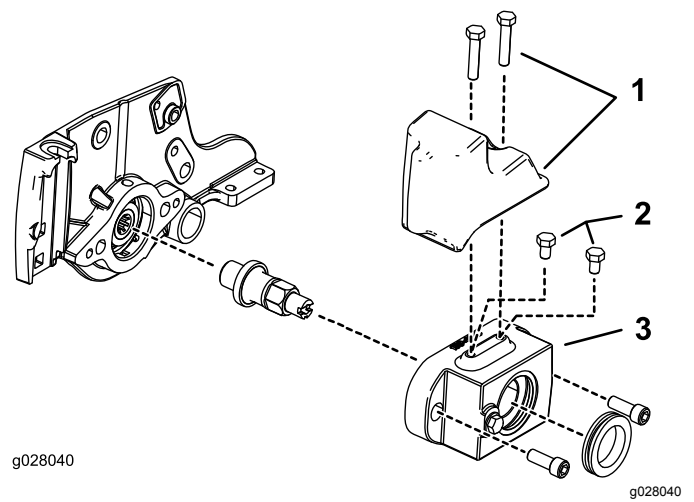

Figure 5
- **Pour moteur de cylindre à entraînement hydraulique :** posez 2 boulons (5/16" x 1/2") au sommet du carter de brosse, comme montré à la Figure 5 (moteurs de cylindres hydrauliques de 12,7 cm seulement).
- **Pour moteur de cylindre à entraînement électrique :** commandez et montez 1 masse (réf. 127-4259-03) et 2 boulons (réf. 322-7) comme montré à la Figure 5.